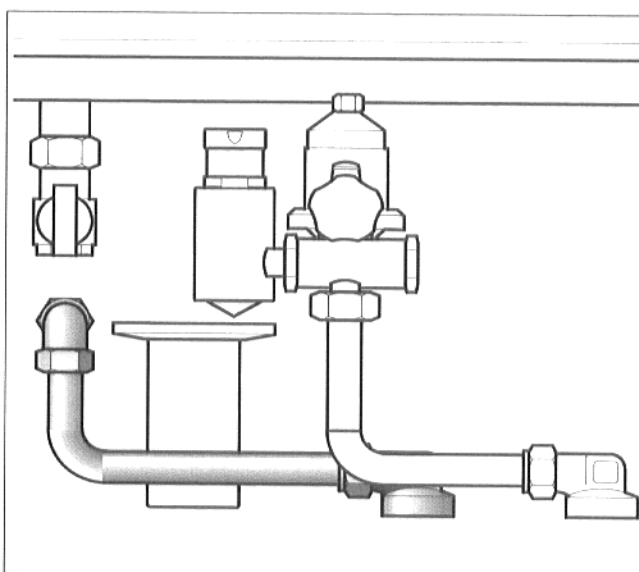

Fig. 12: tubo di collegamento acqua calda sanitaria
- Montare il tubo di collegamento acqua calda sanitaria tra l'accumulatore ed il collegamento murale. Tenere presenti gli anelli di serraggio! (Fig. 12).